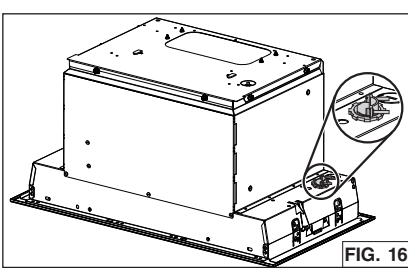

FIG. 16
4. Perfore uno de los dos orificios punzonados. Instale una abrazadera de cables de un diámetro de 7/8 pulg. (no incluida, en gris en FIG. 16).